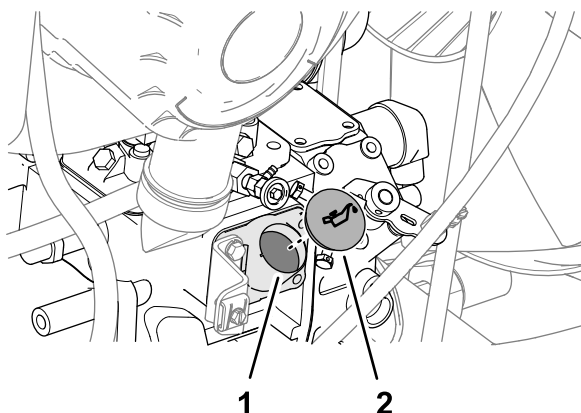

Figura 79
5. Si el nivel de aceite es bajo, retire el tapón de llenado de aceite (Figura 79), en el lado derecho del motor, y añada poco a poco pequeñas cantidades de aceite, comprobando el nivel frecuentemente, hasta que el nivel llegue a la marca Lleno de la varilla.